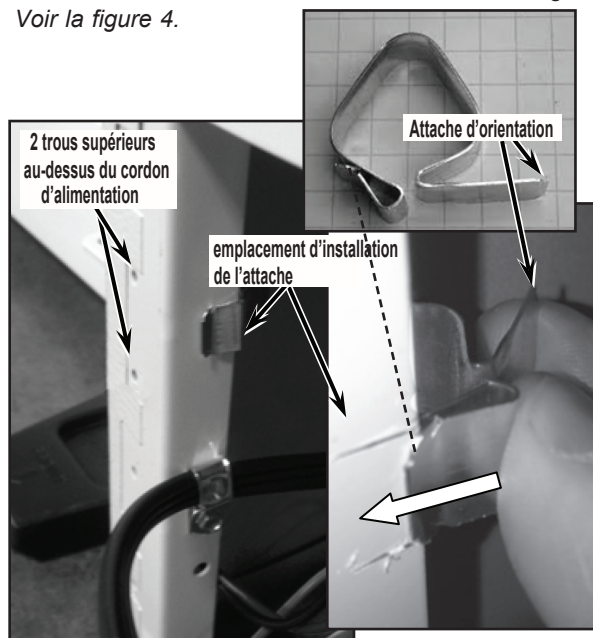

FIGURE 4
6. Installer l'attache d'orientation sur la glissière, entre les deux trous supérieurs au-dessus du cordon d'alimentation. Noter l'orientation de l'attache d'orientation sur la glissière. Voir la figure 4.